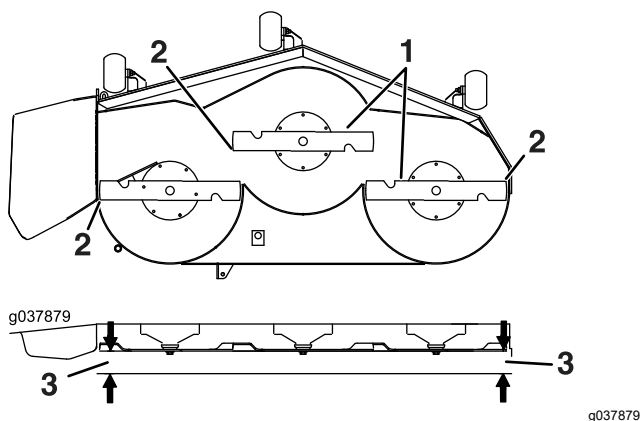

Figure 119
6. Mesurez la distance entre la pointe des lames et le sol plat (Figure 119). Si les deux mesures diffèrent de plus de 5 mm (3/16 po), ajustez l'horizontalité des lames; poursuivez cette procédure.
13. Tournez prudemment les lames pour qu'elles soient parallèles dans le sens transversal (Figure 119).